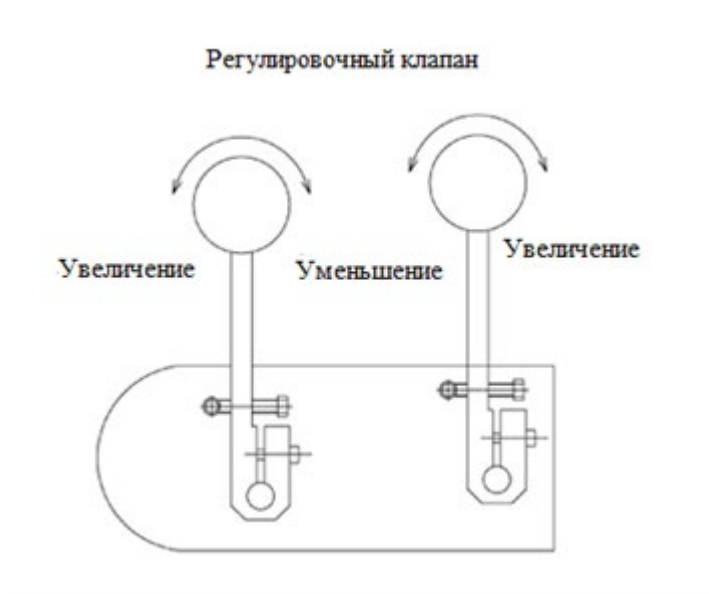

Рис. 4
4. Порядок регулировки количества клея показан на Рис. 4.
3. Отрегулируйте клапан управления для получения необходимого количества клея (см. Рис. 4). Перед нанесением на заготовку попробуйте проверить склеивающий эффект на гибочном ремне. Попробуйте пропустить гибочный ремень через клеевой валик, клей должен быть нанесен на ремень прямыми линиями.